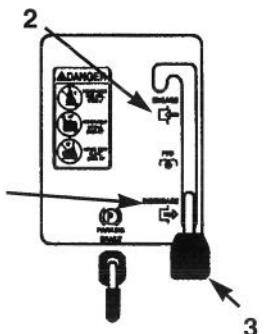

Figure 9
4. Mettre la commande de hauteur de coupe (relevage de l'unité de coupe) sur DISENGAGED (DEBRAYEE) (Fig. 9).